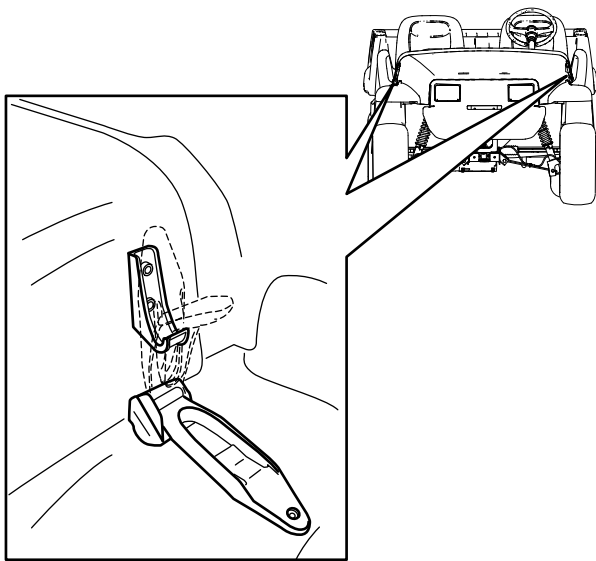

Bild 28
1. Heben Sie den Hebel der Gummiriegel an jeder Seite der Motorhaube an (Bild 28).
2. Fluchten Sie die Gummriegel auf den Riegelankern an jeder Seite der Motorhaube aus, um die Motorhaube zu befestigen (Bild 28).